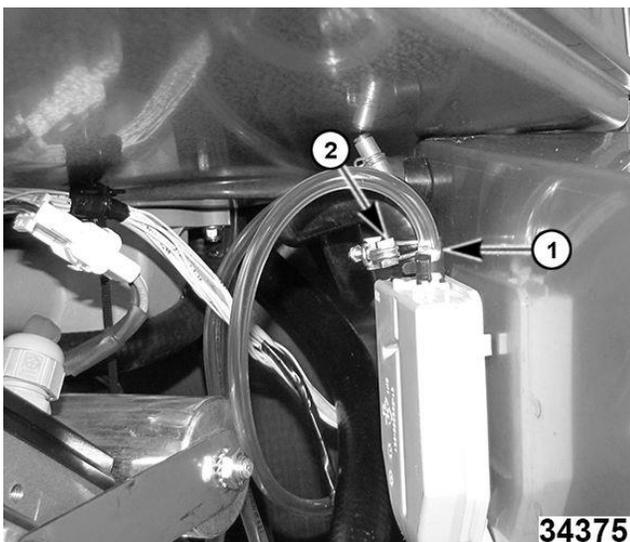

Fig. 94
- D. Mangueras de espacio de aire. (1 & 2, Fig. 94)